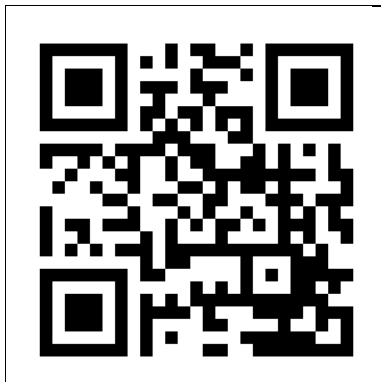

Figure 17
1. Accédez au manuel de l'appli Eurom Smart à l'aide du code QR (Figure 17) ou allez sur www.eurom.nl/nl/manuals.